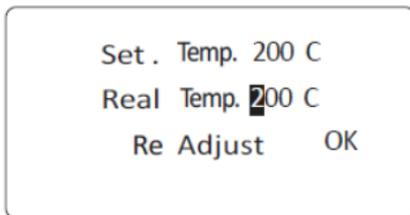
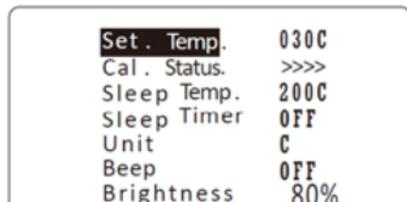

Fig. 4
Fig.6
Ajuste la temperatura de la estación de soldadura a 350 °C, cuando la temperatura se estabilice, mida con un termómetro para puntas la temperatura de la punta del soldador después siga el proceso 6.1 Introduzca la temperatura real (ver Fig.4), la estación del soldador calculará la temperatura.
6.3.2 Cuando se muestre el estado ">>>>>" (véase la fig. 6) significa que "Real Temp." se ha calibrado y aumentado la temperatura. Por ejemplo: "set. Temp." es 320 °C, "Temperatura real." es 350 °C después de la calibración de la temperatura como se muestra en la Fig. 4., la temperatura subirá a 350 °C.